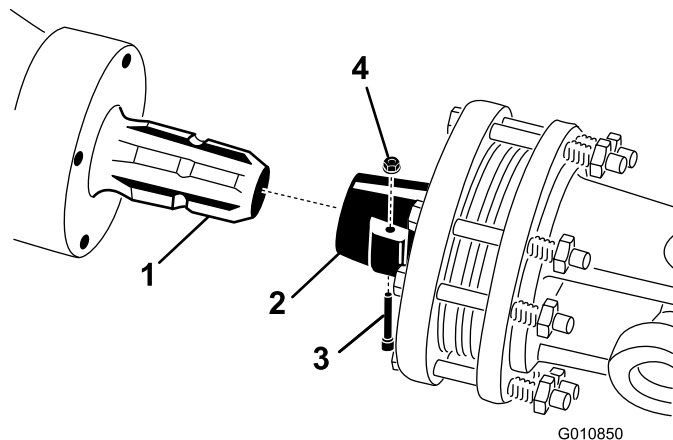

図 20
1. PTO シャフトからピンとナットを外す (図 20)。
2. いま取り外したピンとナットを使って、PTO シャフトのクラッチ側の端部を、エアレータのギアボックスの入力シャフトに接続する (図 20)。ピンは一方向にしか差し込めない構造である。